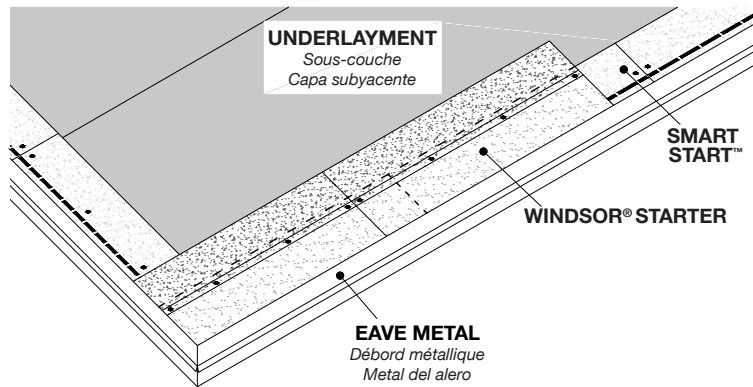

Figura 5 - Aplicación de las tejas de inicio Windsor® sobre las tejas de inicio Smart Start™ en el alero
Sujete con cuatro (4) clavos en el punto medio entre las líneas de pintura, aproximadamente a 1" (25 mm) de cada lado de la teja de inicio y los dos (2) restantes espaciados uniformemente en la misma línea. Continúe a lo largo del techo, juntando las tejas holgadamente sin solaparlas para evitar el pandeo, y sujételas en su sitio. **(Vea la Figura 5)**